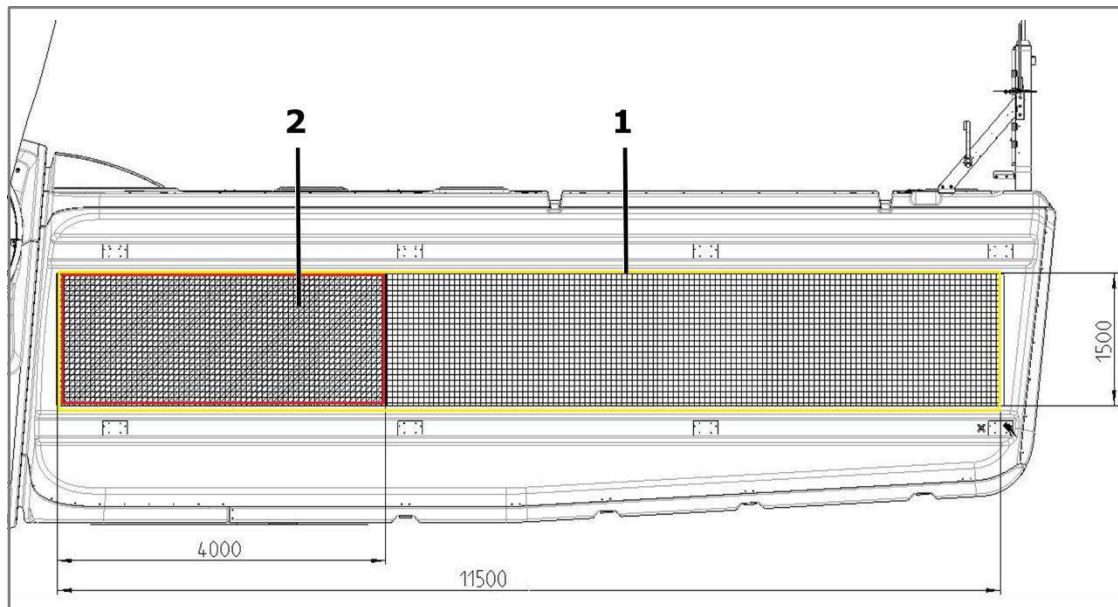
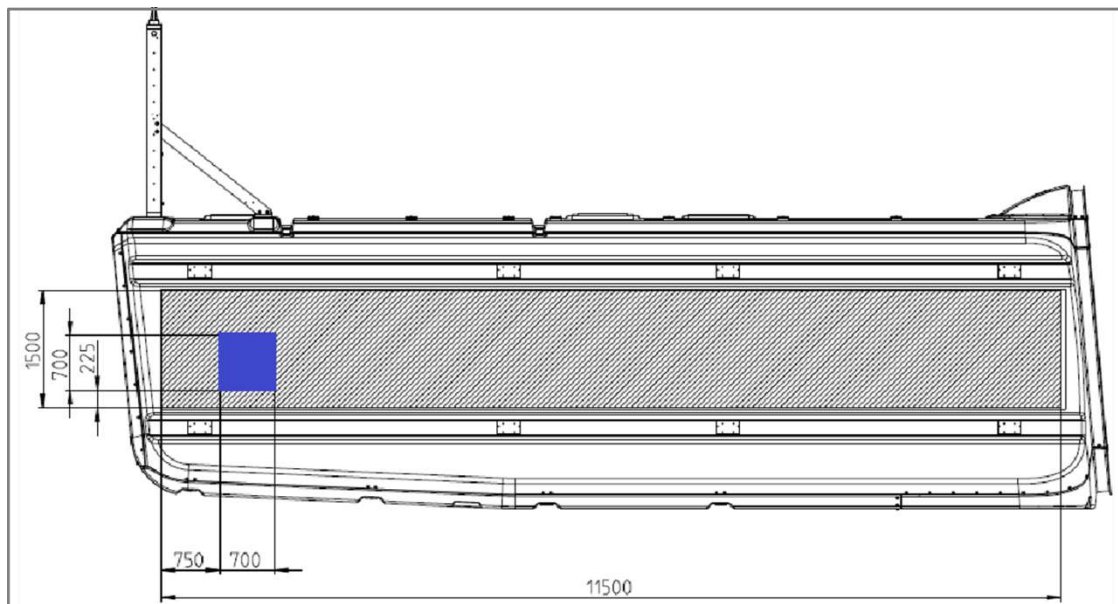

Abb. 3: Position und Größe für Kundenlogos an Delta4000-Anlagen (beidseitig)
Abb. 4: Ausgenommener Bereich für Kundenlogos bei Delta4000-Anlagen auf rechter Seite bei Bauwerkshöhe unter 150 m
- Gestaltungsfläche von 1500 x 4000 mm pro Maschinenhausseite, siehe Abb. 3(2).
- Gestaltungsfläche von 1500 x 11500 mm pro Maschinenhausseite, siehe Abb. 3(1), mit Ausnahme einer Fläche von 700 x 700 mm auf der rechten Seite, siehe Abb. 4.